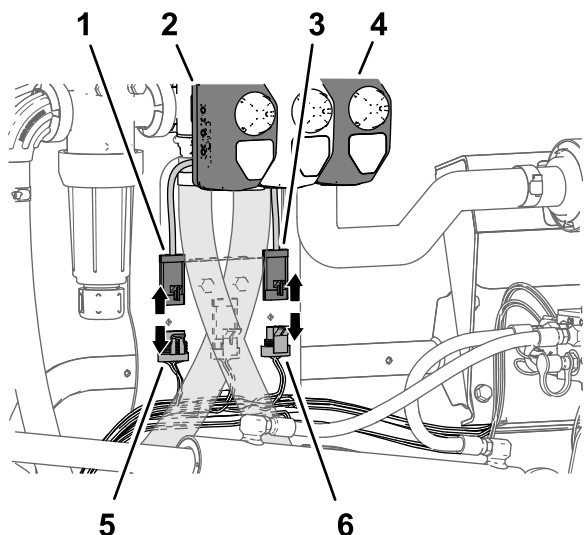

図 30
2. 車両用ワイヤハーネスのうち、RATE VALVEというラベルのついた4ソケットコネクタを、レートバルブのアクチュエータの4ピンコネクタから外す 図 30。
3. 車両用ワイヤハーネスのうち、MASTER SPRAY VALVEというラベルのついた3ソケットコネクタを、マスター散布バルブのアクチュエータの3ピンコネクタから外す 図 30。